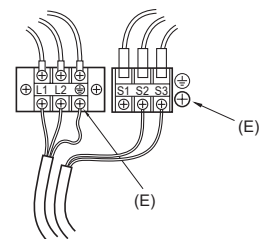

Fig. 6-2
6.1. Unidad exterior (Fig. 6-1, Fig. 6-2)
- (1) Extraiga el panel de servicio.
- (2) Tienda los cables de acuerdo con la Fig. 6-1 y Fig. 6-2.